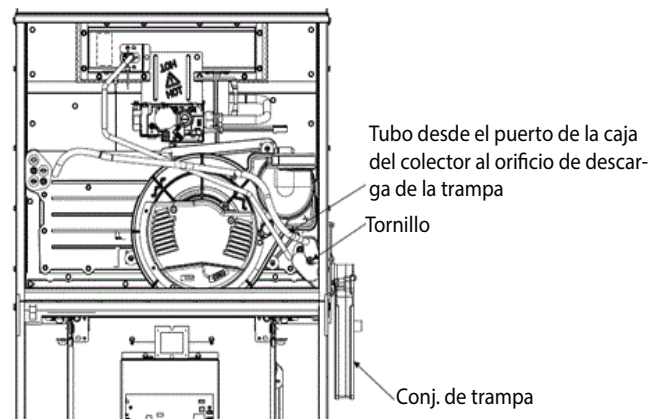

Fig. 19 – Ejemplo de conexión de la tubería
5. Quite la tapa de la caja del colector instalada de fábrica. Tienda el tubo desde el puerto de la parte superior izquierda de la caja del colector hasta el puerto de descarga en el adaptador de la trampa (consulte la Fig. 19). Si el tubo es demasiado largo, corte cualquier longitud adicional.
4. Quite la tapa de la caja del colector instalada de fábrica. Tienda el tubo desde el puerto de la parte superior izquierda de la caja del colector hasta el puerto de descarga en el adaptador de la trampa (fig. 19). Si el tubo es demasiado largo, corte cualquier longitud adicional.